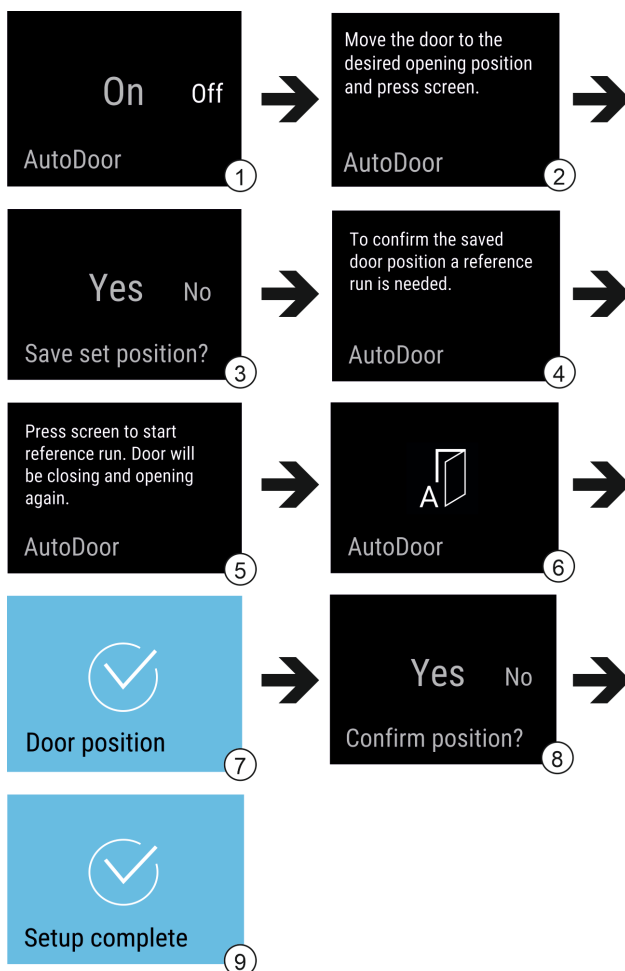

Fig. 13 Esimerkki englanninkielisistä näytöistä
- AutoDoor-toiminnon ottaminen käyttöön: pyyhkäise näyttöruudusta kohtaa On. Fig. 13 (1)
- Paina näyttöruutua 3 sekuntia. Fig. 13 (1)
- Oven avautumiskulman asettaminen: avaa ovea vähintään 70°. Fig. 13 (2)
- Oven avautumiskulman vahvistaminen: kosketa näyttöruudun ilmoitusta. Fig. 13 (3)
- Referenssiajon käynnistäminen: kosketa näyttöruutua. Fig. 13 (5)
- ▷ Näyttöruutu vilkkuu. Fig. 13 (6)
- ▷ Referenssiajo onnistui: näyttöruutu on 2 sekuntia sininen. Fig. 13 (7)
- Vahvista oven avautumiskulma. Fig. 13 (8)
- ▷ Näyttöruutu muuttuu siniseksi. Fig. 13 (9)